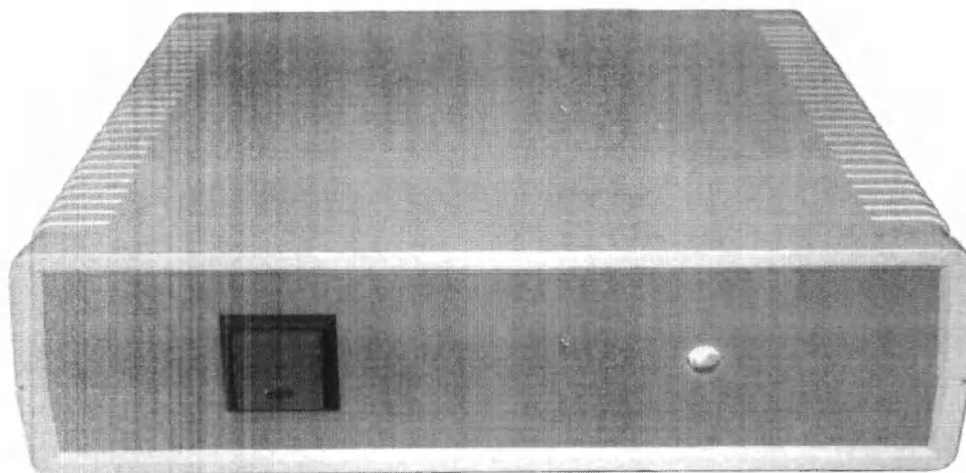

Рисунок 2.
5.5. БПЭ собран в пластмассовом корпусе на лицевой панели которого расположены следующие элементы и органы управления (см. Рис. 2):
6.2. На задней крышке ЭКП прикреплена табличка-шильд по ГОСТ 12969 (Рис. 2), на которой указаны :